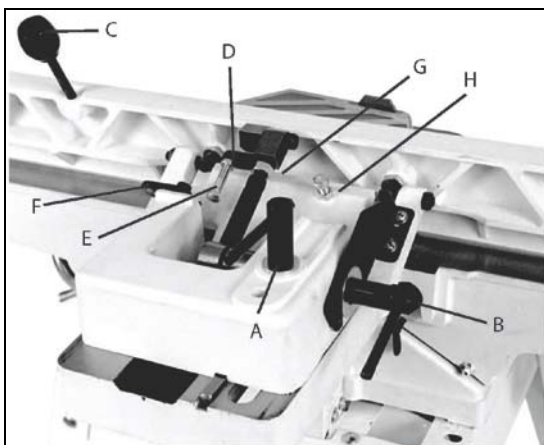

Рис. 11
2. Переместите упор для заготовки, ослабив ручку блокировки (А, рис. 11) и выдвигайте упор, пока он наедет на поверхность стола.
Корректируйте упор к углу 90 °, ослабив ручку блокировки (В, рис. 11), перемещая упор ручкой (С, рис. 11), и после установки затяните ручку (В, рис. 11).
5. Если упор не установлен под углом 90° к столу, ослабьте блокировочную ручку (В, рис. 11). ослабьте контргайку (D, рис. 11), и регулируйте болтом (Е, Рис., 11) наклон, пока упор не примет правильное положение относительно стола.
6. Затяните контргайку болта (D, рис. 11), чтобы сохранить установку. Закрутите ручку блокировки (В, рис. 11).
Ослабьте ручку блокировки (В. Рис. 11). Переместите пластину (F, Рис. 11) упора в сторону позиции угла 45° :
Удостоверьтесь, что упор находится против болта ограничителя (G, Рис. 11)
3. Если упор не установлен под углом 45° к столу, ослабьте блокировочную ручку (В, рис. 11), ослабьте контргайку (Н, рис. 11), и регулируйте болтом (G, Рис., 11) наклон, пока упор не примет правильное положение относительно стола.